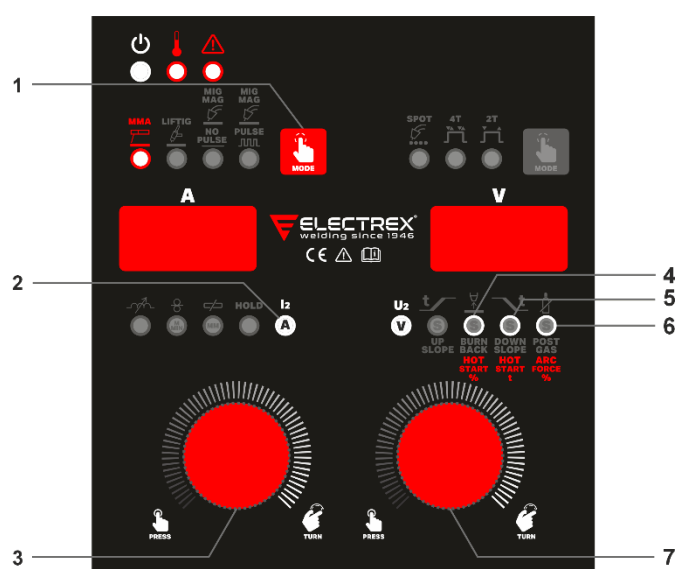

Fig 8.
- Seleccione soldadura MMA (electrodo revestido), pulsando la tecla 1 (Fig.8) has el led MMA encender.
8.3.1. Parámetros en soldadura MMA (electrodo revestido) (Ver Fig.8)